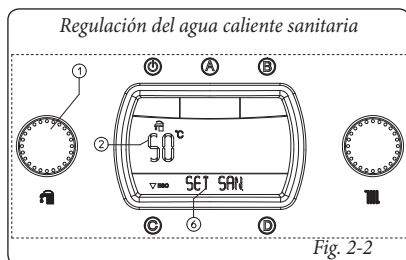

Fig. 2-2
- **Verano (1):** en este modo la caldera funciona sólo para calentar agua sanitaria, la temperatura es configurada por medio del selector (1) y la relativa temperatura es visualizada en el display (24) mediante el indicador (2), apareciendo la indicación "SET SAN" (Fig. 2-2). Girando el selector (1) en sentido horario la temperatura aumenta y antihorario se reduce.